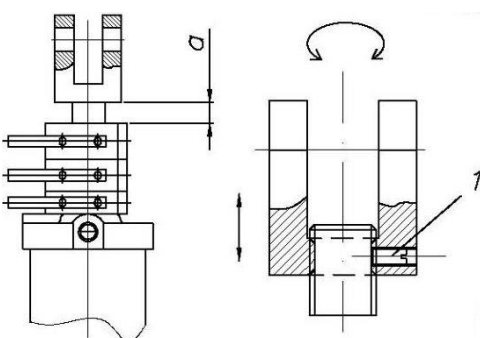

Рис. 6.4.4. Необходимо прокрутить проушину на величину зазора a , ослабив штифт 1
2. Вернуть рукоятку гидрораспределителя трактора в положение «нейтральное» на несколько секунд, что позволит поршням гидроцилиндров агрегата установиться в положении, когда масло не проходит более сквозь верхние (перепускные) отверстия цилиндров, и в элементах гидросистемы агрегата установится одинаковое давление. Штоки цилиндров будут выдвинуты одинаково (рис. 6.4.4).